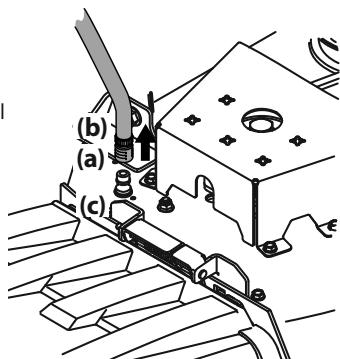

Figura 29
3. Tire del collarín de ajuste (a) del adaptador del pico (b) hacia atrás y empuje el adaptador del pico sobre el pico de lavado de la plataforma (c). Suelte el collarín de ajuste para tratar el adaptador del pico en el pico de lavado de la plataforma. Consulte la Figura 29.